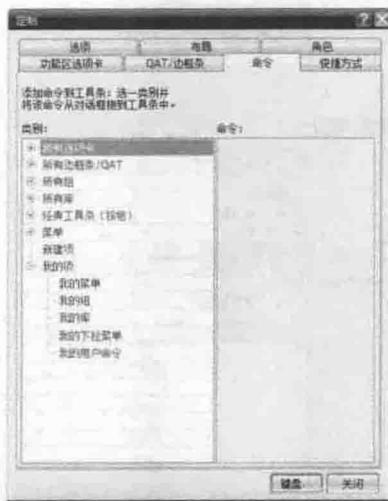
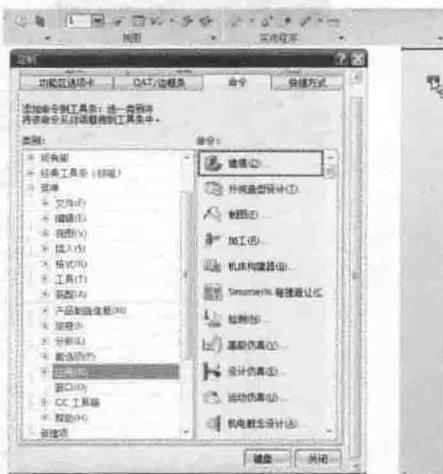

图 1-7 “定制”对话框
图 1-8 定制右边框条命令
**步骤 01** 使用快捷键“Ctrl+1”打开“定制”对话框，如图 1-7 所示。在“命令”选项卡中执行“菜单”→“应用”→“建模”命令，使用鼠标拖动“建模”按钮，将其放置到右侧边框工具条中，如图 1-8 所示。